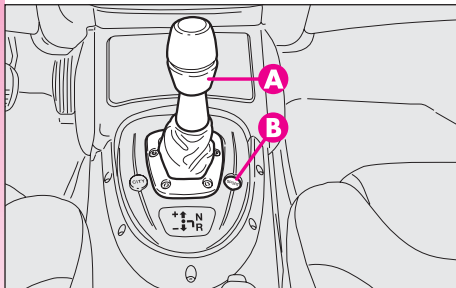

fig. 126
- 2)** sportive (activée à l'aide du bouton **B-fig. 126**): privilégie une conduite sportive.
La logique de fonctionnement sportive est sélectionnée en appuyant sur le bouton **SPORT (B-fig. 126)** placé sur la plaque du sélecteur; quand la modalité est sélectionnée, l'inscription **SPORT** apparaît sur l'affichage.
- du sélecteur placé sur la console centrale (**A-fig. 126**);